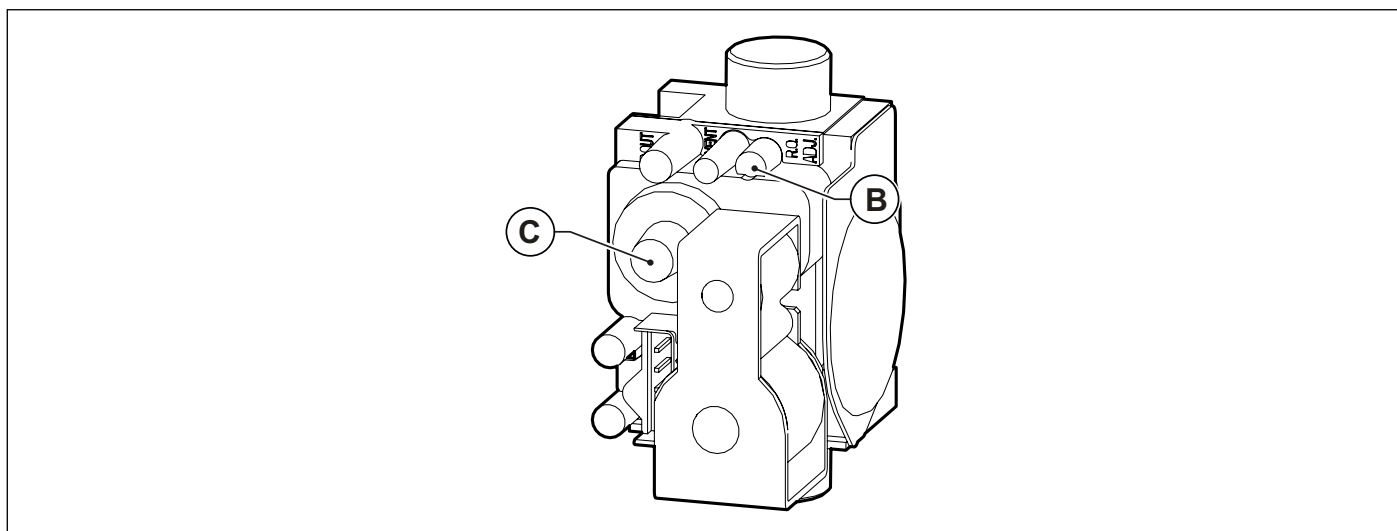

Fig. 25 Regolazione valore anidride carbonica
- Regolare il valore dell'anidride carbonica (CO₂) nei fumi ruotando il regolatore di rapporto **B** (vedi Fig. 25 Regolazione valore anidride carbonica) e assicurarsi che rientri nei limiti della Tab. 12 Valori di CO₂ nei fumi. Lasciare la caldaia in modalità spazzacamino e portarsi al passo successivo di regolazione alla potenza minima.
- Regolare il valore dell'anidride carbonica (CO₂) nei fumi ruotando il regolatore di offset **C** (vedi Fig. 25 Regolazione valore anidride carbonica) e assicurarsi che rientri nei limiti della Tab. 12 Valori di CO₂ nei fumi.